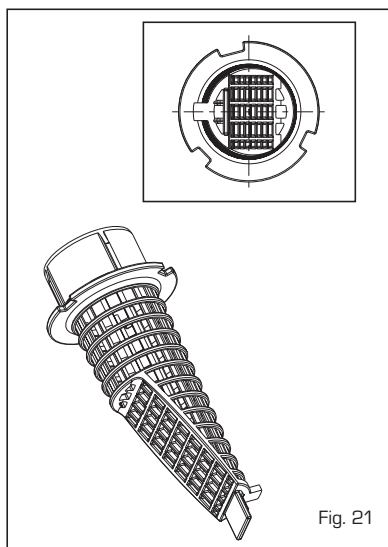

Fig. 21
4.5.2 Limpeza filtro água aquecimento (fig. 21)